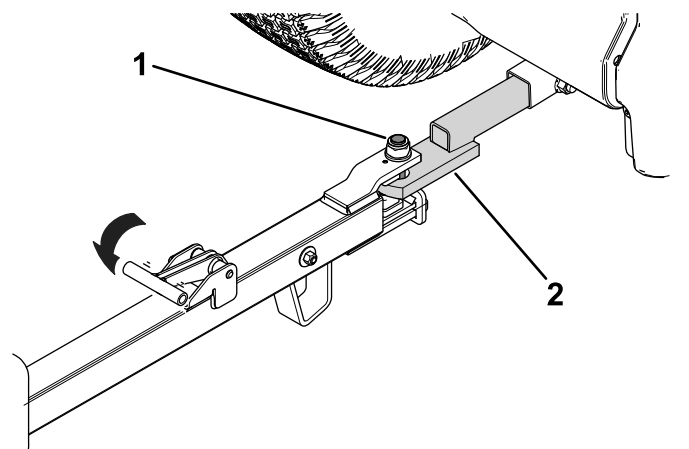

Figura 27
2. Allineate il perno del timone con l'attacco di traino del veicolo di traino (Figura 27).
3. Rilasciate la maniglia del timone (Figura 27) per fissare il rimorchio all'attacco di traino del veicolo di traino.